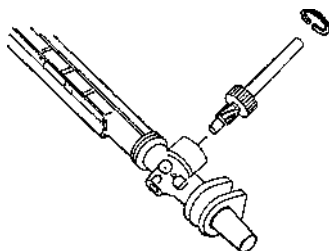

Рис. 6.15.
- снять стопорное кольцо и извлечь из картера вал-шестерню (рис. 6.15);